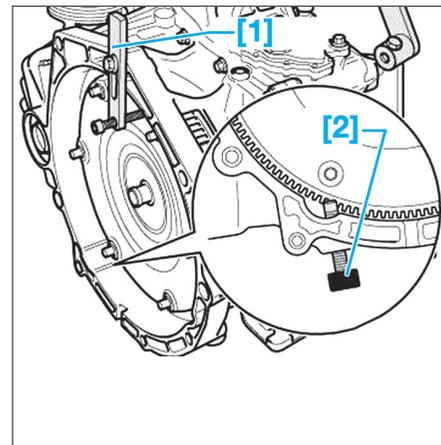

Fig. 13
- Abaisser lentement la boîte de vitesses, puis mettre en place l'outil de retenue [1] et de maintien [2] (Fig.13).
- Avant de remonter la boîte de vitesse mettre en place l'outil de retenue [1] et de maintien [2] (Fig.13).